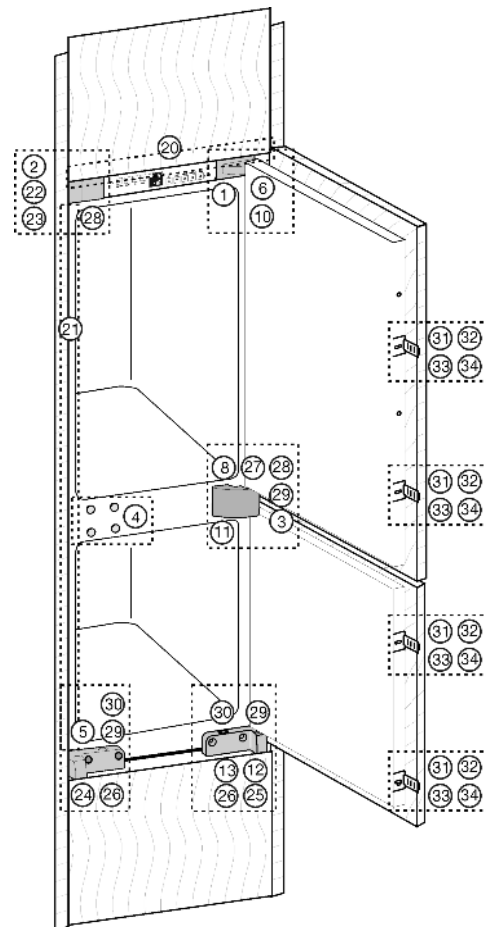
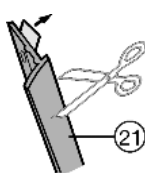
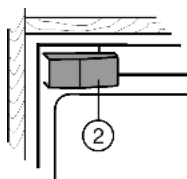

Fig. 6
Fig. 9
Fig. 10
- ▶ Наклейте облицовочную планку Fig. 9 (21) со стороны ручки заподлицо с лицевой стороной на боковую стенку устройства: снимите защитную пленку и наклейте облицовочную планку.
- ▶ При необходимости укоротите декоративную планку Fig. 9 (21) по высоте ниши.
- ▶ Установите декоративную планку Fig. 9 (21) точно под крепежным уголком Fig. 6 (22).
- ▶ Снимите крышку Fig. 10 (2).
- ▶ При первом монтаже: Снимите крышку Fig. 6 (3) со среднего кронштейна Fig. 10 (11).